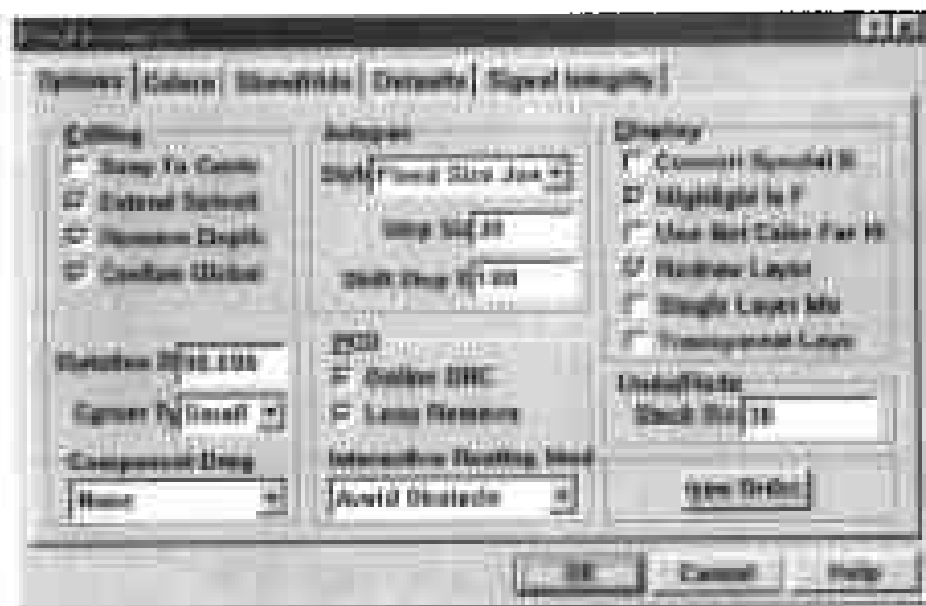

图 7-55 设置自动平移的对话框
(1) 选择 Tools > Preferences,弹出如图 7-55 所示的对话框,在此对话框的 Autopan 选区中提供了设置自动平移的选项。